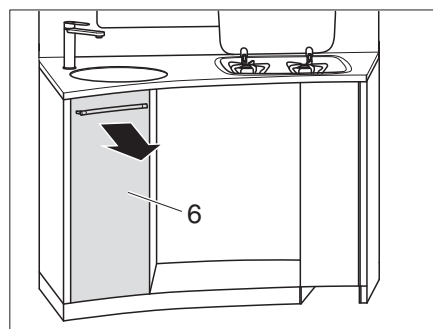

Fig. 113 Extraer el cajón superior de la cocina
- Extraer el cajón superior de la cocina (Fig. 113,6).